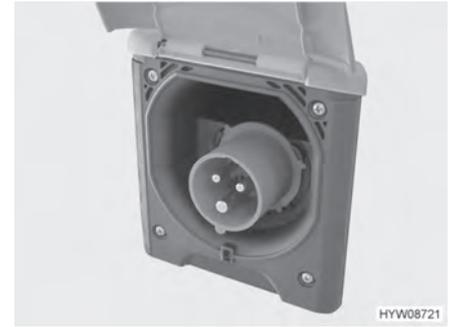

Bild 81 230-V-Anschluss am Fahrzeug (CEE-Steckdose)
- Abdeckung des 230-V-Anschlusses am Fahrzeug öffnen (Bild 81) und Steckkupplung einstecken. Darauf achten, dass die Rastnase des federgespannten Klappdeckels eingerastet ist.